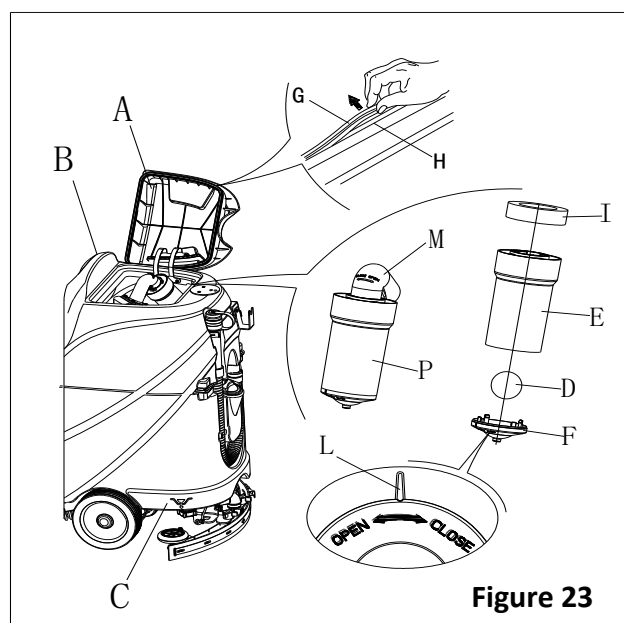

Figure 23
2. Faire en sorte que la machine soit éteinte et que la clé de contact (40) soit retirée.
3. Basculer le couvercle du réservoir de récupération (A, Figure 23) position -90 degrés où il peut être retiré du réservoir, puis enlever le filtre à flotteur (P) du réservoir.
4. Nettoyer le couvercle du réservoir récupération (A), le réservoir de récupération (B), le réservoir d'eau propre (C) et le cadre de support du filtre à flotteur (E). Vider le réservoir de récupération avec le tuyau de vidange (15).
5. Si nécessaire, suivre les symboles "OPEN" et "CLOSE" comme indiqué sur la Figure 23 pour ouvrir le couvercle bas (F) du filtre à flotteur, puis nettoyer le filtre à flotteur (D), le cadre de support du filtre (E) et l'éponge du filtre (I). Après le nettoyage, fixer le filtre à flotteur (D) sur le cadre de support du filtre (E) puis aligner la rainure de marque (L) du capuchon de fond (F) du filtre à flotteur avec la rainure de marque (L) du cadre de support du filtre à flotteur (E). Visser fermement le capuchon de fond du filtre à flotteur, et fixer l'éponge du filtre (I) sur le cadre de support du filtre à flotteur (E). Enfin, le connecter au tuyau d'aspiration des eaux usées (M).
**i** La bande d'étanchéité du réservoir (G) permet de produire le vide à l'intérieur du réservoir lorsque le moteur d'aspiration fonctionne. Le réservoir doit être scellé, pour pouvoir effectivement aspirer l'eau du sol vers le réservoir de récupération.
7. Vérifier si la surface de contact de la bande d'étanchéité (G) a une étanchéité suffisante. Si nécessaire, sortir la bande d'étanchéité du réservoir de la rainure (H) et la remplacer. Assembler la nouvelle bande d'étanchéité comme indiqué sur la Figure 23, le joint devant être ramené dans la zone médiane.
8. Fermer le couvercle du réservoir de récupération (A).